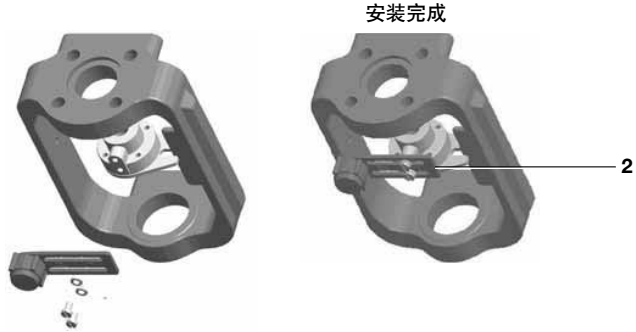
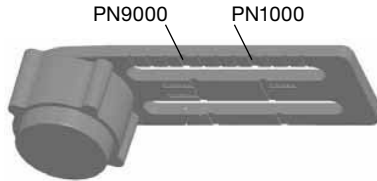

图6
图7 磁铁架标记
5.2.2 左右滑动磁铁架 (2) 直到正确位置 (图6) 如果您使用的是斯派莎克执行器, 正确的位置已经刻印在磁铁架上 (图7)。